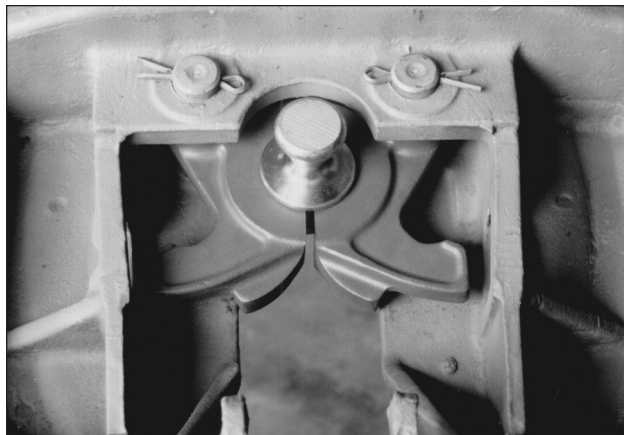

FIGURA 3
7. Instale un tapón de 2" (Parte N° TF-0237, disponible en su distribuidor de Holland) en las bocas de cerrojo (V. Figura 3).